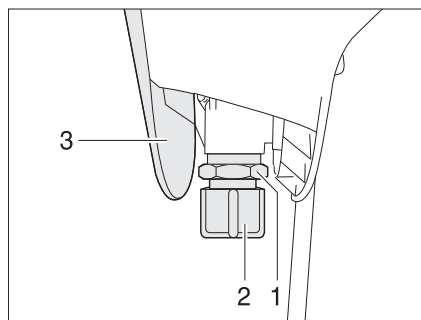

Fig. 250 Válvula del inodoro por vacío
- Quitar la tapa (Fig. 250,3).
- Destornillar el capuchón de cierre (Fig. 250,2).
- Colocar un recipiente apropiado debajo de la válvula (Fig. 250,1).